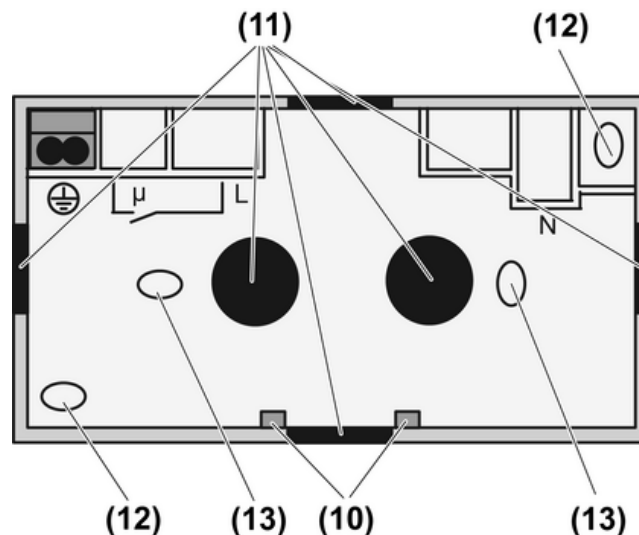

Bild 14: Öffnungen Anschlusskasten
- Kondenswasserlöcher (10) ausbrechen (Bild 14).
- Zur Leitungseinführung Gummitülle (11) durchstoßen und Leitung in den Anschlussraum führen.
- Anschlusskasten mit zwei Schrauben so am Montageort befestigen, dass die Kondenswasserlöcher unten liegen. Zur Montage auf einer 60 mm Gerätedose die mittleren Schraubenlöcher (13) nutzen, ansonsten die äußeren Schraubenlöcher (12) nutzen (Bild 14).